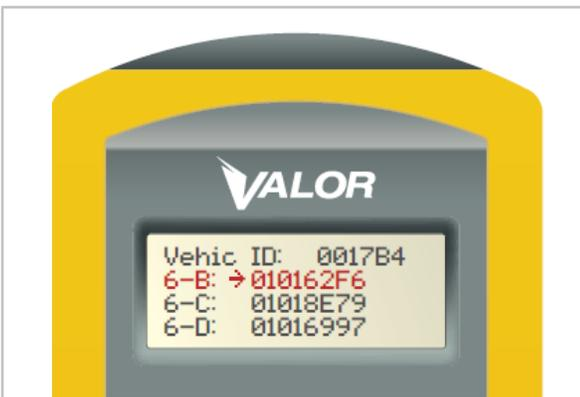

Figura 23
4. El SmarTool desplegará el número de identificación de los sensores registrados (sensor ID), en cada posición asignada durante la programación. (Figura 23)